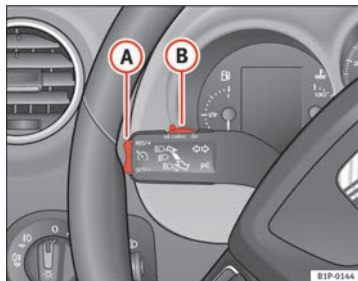

Fig. 132 Palanca de intermitentes y de luz de carretera: mando y tecla basculante para el regulador de velocidad
- Cuando se haya alcanzado la velocidad que se quiere programar, pulse brevemente la parte inferior de la tecla basculante **SET/SET** ⇒ fig. 132 **A** una vez.